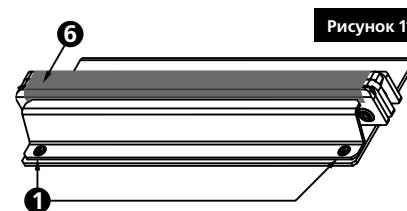

Рисунок 11
6. Снять тефлоновую ленту **6** (см. Рис. 11), закрывающую проволоку и ленту нагревательного элемента;
7. Открутить винты **2** (см. Рис. 11);